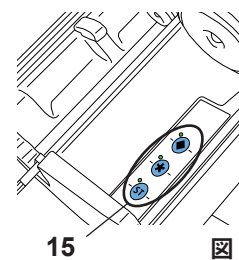

図 7
• 練和プログラムを選択するには、該当するコントロールキー(15、図7)を押します。コントロールキーの横にあるLEDランプが点灯します。